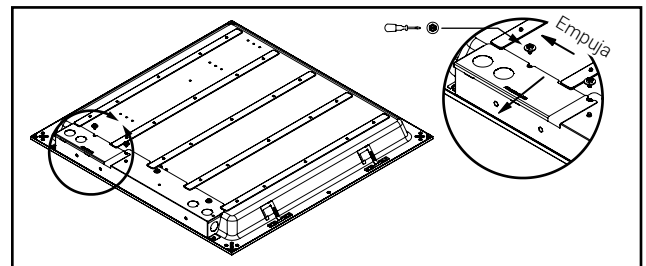

Imagen 1.
1. Ubica la tapa de la caja de conexiones del accesorio y deslízala para quitarla (Fig. 1).